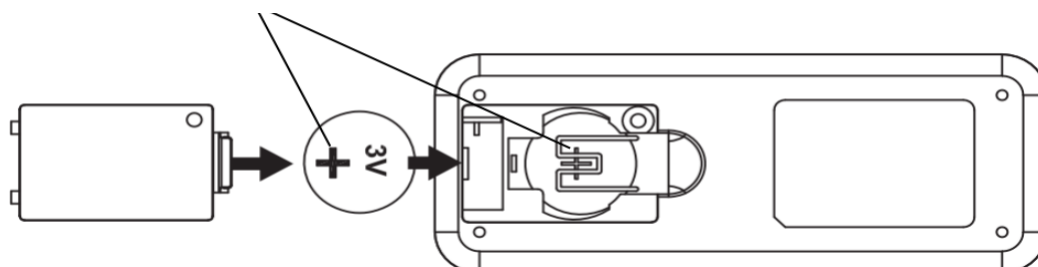

Fig. 11b
Inserire una batteria CR2032 da 3 V nel vano batteria del telecomando. Assicurarsi che la polarità della batteria sia corretta (Fig. 11b).
- Inserire le batterie nel telecomando. Assicurarsi che la polarità della batteria sia corretta (Fig. 11b).
- Inserire una batteria da 3 V nel vano batteria del telecomando. Assicurarsi che la polarità della batteria sia corretta (Fig.11b).